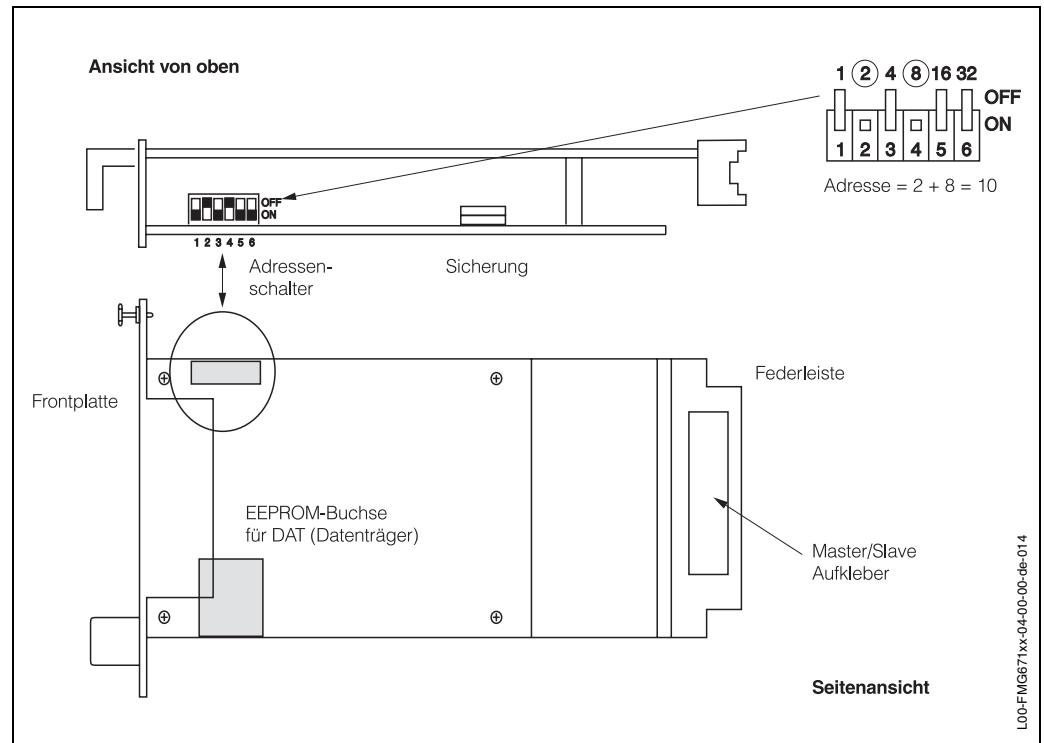

Abb. 2.17 Konfigurationselemente Gammasilometer FMG 671
In Abb. 2.17 sind die Adressenschalter und die Position des DAT dargestellt.
- Bei Stellung ON wird dem Schalter der in Abb. 2.17 gezeigte Wert zugewiesen.
In Abb. 2.17 hat die Adresse den Wert $2 + 8 = 10$.